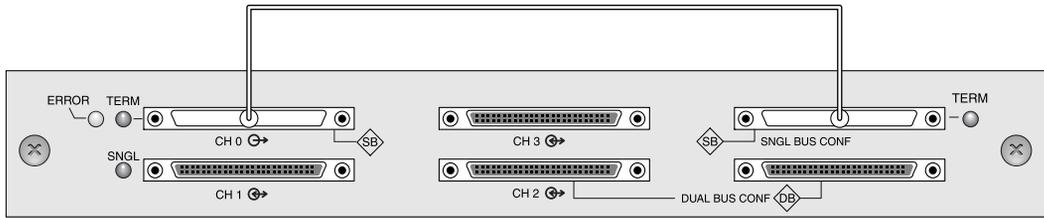

图 4-14 单总线连接：所有驱动器分配到一个信道 (CH 0)
1. 要将 RAID 阵列配置为单总线配置, 请连接标记为 “CH 0” 和 “SNGL BUS CONF” 的 SCSI 端口之间的 SCSI 跳线电缆, 如图 4-14 所示。用 6 次完整的顺时针旋转来上紧电缆插座螺钉, 确保连接和操作正确。